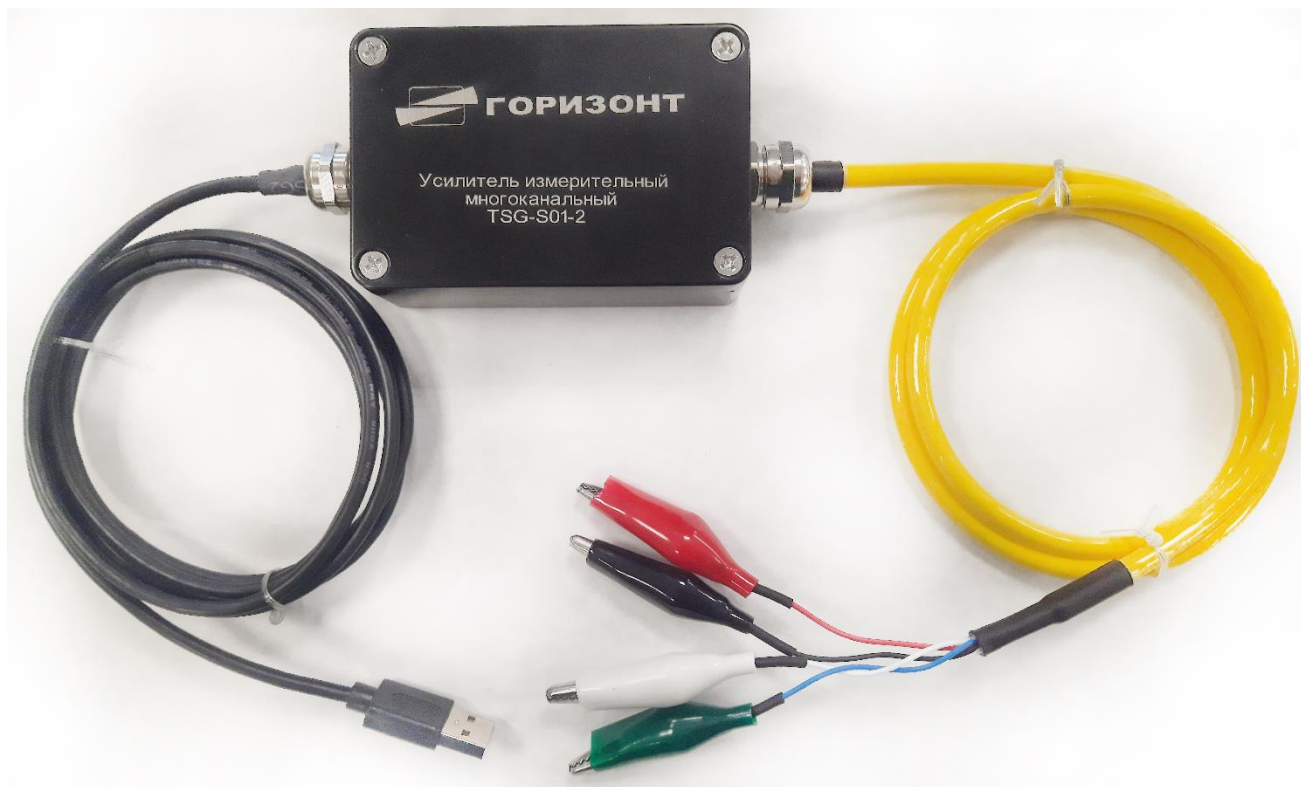

Рисунок 1 - Внешний вид многоканального измерительного усилителя TSG-S01-2
1.2.1 Внешний вид усилителя представлен на рис.1.